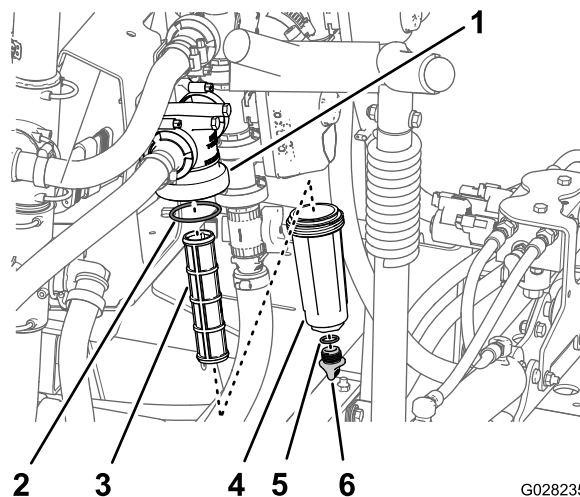

Figura 78
2. Coloque un recipiente de drenaje debajo del filtro de presión (Figura 78).
3. Gire el tapón de vaciado en sentido antihorario y retírelo de la cubeta del filtro de presión (Figura 78).
4. Enrosque la cubeta en sentido antihorario y retírela de la cabeza del filtro (Figura 78).
5. Retire el elemento usado del filtro de presión (Figura 78).
la cubeta (situada dentro de la cabeza del filtro) en busca de daños o desgaste (Figura 78).
7. Instale el elemento nuevo del filtro de presión en la cabeza del filtro (Figura 78).
8. Instale la cubeta en la cabeza del filtro, y apriétela a mano (Figura 78).
9. Instale el tapón en la cubeta, y apriételo a mano (Figura 78).